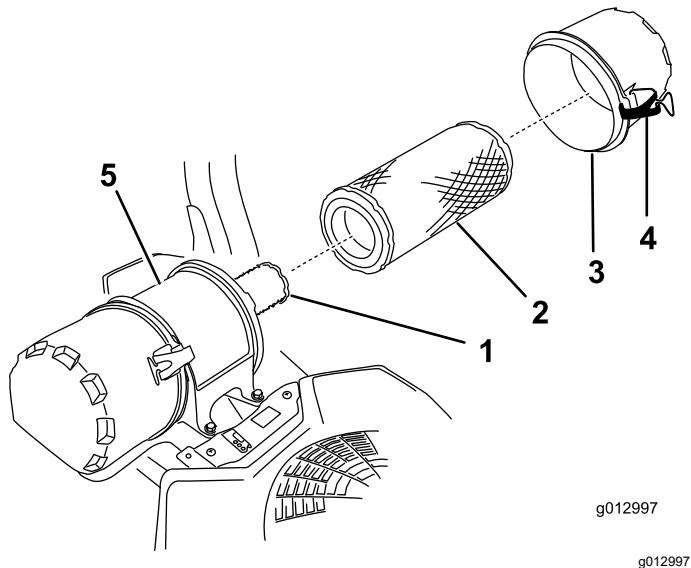

Figure 47
- Ouvrez les dispositifs de verrouillage du filtre à air et détachez le couvercle du boîtier du filtre (Figure 47).
- Sortez le préfiltre du boîtier du filtre avec précaution (Figure 47).
- Si vous remplacez l'élément intérieur, insérez-le avec précaution dans le boîtier du filtre (Figure 47).
- Placez ensuite le préfiltre sur l'élément de sécurité avec le même soin (Figure 47).
- Remettez en place et verrouillez le couvercle du filtre à air (Figure 47).